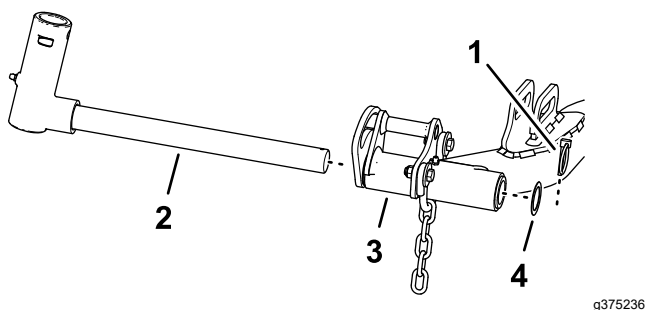

Figura 27
1. Retire o pino de sujeição e a anilha que prende o veio da articulação ao braço de elevação e faça deslizar o veio de articulação para fora do braço de elevação (Figura 27).